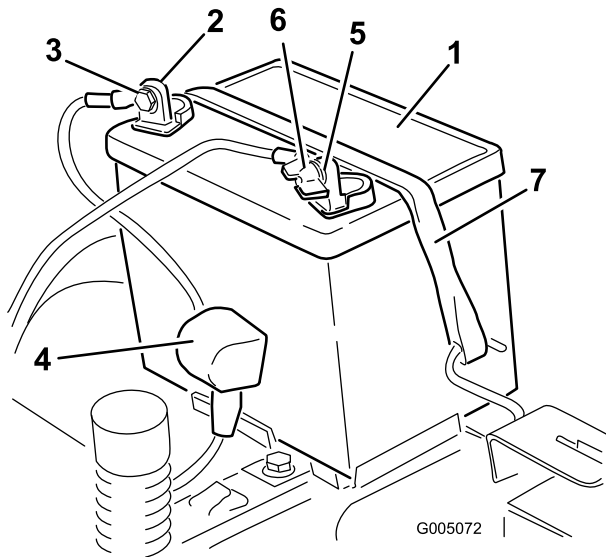

Figure 37
4. Débranchez le câble négatif (noir) de mise à la masse de la borne de la batterie (Figure 37).
6. Débranchez le câble positif (rouge) de la borne de la batterie (Figure 37).
7. Déposez la barrette de maintien de la batterie et soulevez la batterie de son support (Figure 37).
1. Placez la batterie dans son support (Figure 37).
5. Fixez la batterie en place à l'aide de la barrette de maintien (Figure 37).